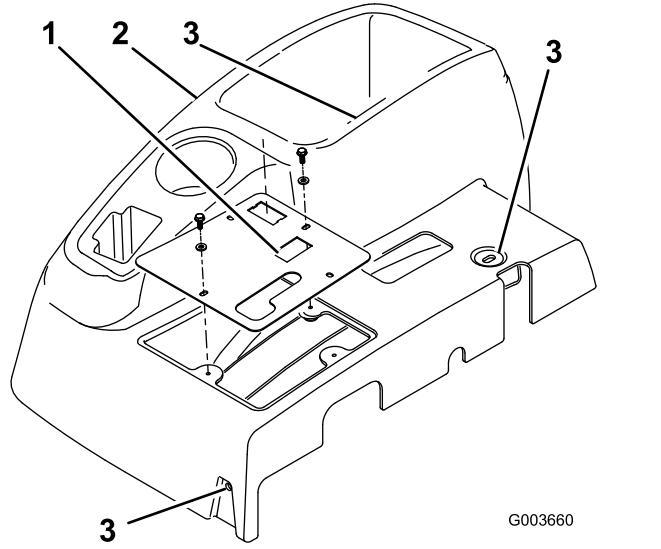

Figura 1
3. Retire las 4 arandelas y pernos que sujetan el panel de control a la consola (Figura 1).
5. Retire el panel de control (Figura 1).
6. Retire los 3 pernos que sujetan la consola al bastidor (Figura 1). Retire la consola levantando suavemente el borde inferior de la consola alrededor del soporte y deslizándola hacia arriba, más allá de la palanca de freno.